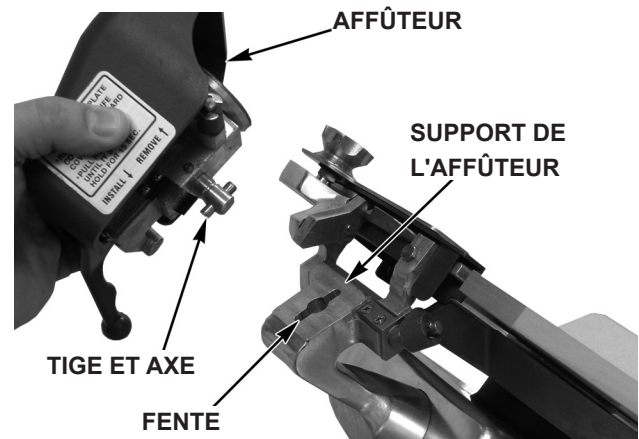

Fig. 25
- Installez l'affûteur en l'abaissant sur le support. La tige et l'axe en bas de l'affûteur peuvent alors correspondre à la fente sur le support de l'affûteur (Fig. 25).